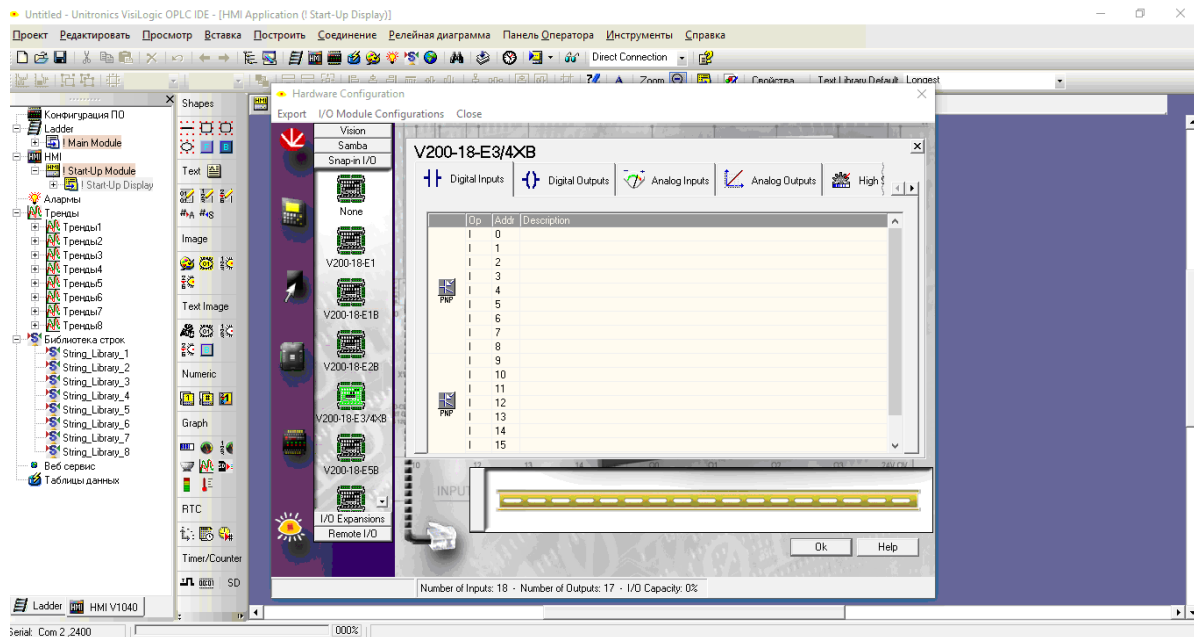

Рис. 1.6. Конфігурація входів та виходів
5. У вікні, що відкрилось, встановимо адреси та конфігурацію дискретних входів та виходів згідно з варіантом (рис. 1.6).